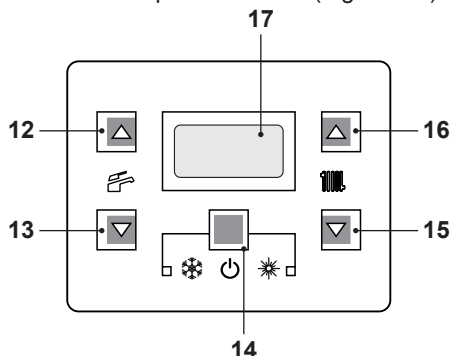
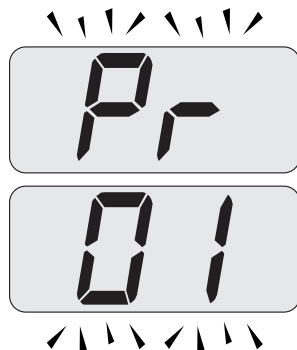
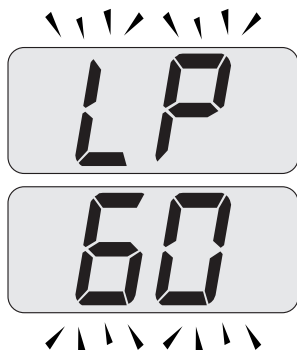
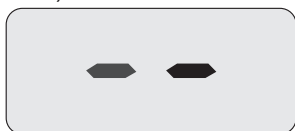

Figura 7.2
Figura 7.3
Figura 7.7
Figura 7.8
- Entrare in "modalità programmazione" premendo contemporaneamente per 10 secondi i tasti 14 - 15 - 16 (Figura 7.2) fino a far apparire sul display LCD le lettere **Pr** che si alternano con il codice **01**, indicanti l'entrata nel "parametro 01" (Figura 7.3).
- Premere contemporaneamente i tasti 15 e 16 (Figura 7.2) fino a far apparire sul display LCD le lettere **LP** che si alternano con il valore di temperatura dell'acqua di riscaldamento (es. **45**), indicanti l'entrata nell'attivazione della "funzione spazzacamino" alla potenza minima (Figura 7.4).
- Premere il tasto 15 (Figura 7.2) fino a far apparire sul display LCD le lettere **LP** che si alternano con il valore di temperatura dell'acqua di riscaldamento (es.**60**), indicanti l'entrata nell'attivazione della "funzione spazzacamino" alla potenza minima in sanitario (Figura 7.7).
- Spegnerne la caldaia tenendo premuto per 2 secondi il tasto 14 (Figura 7.2) fino a far apparire sul display LCD il simbolo  (Figura 7.8).